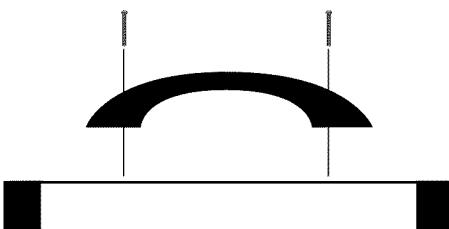

Figura 3. Instalación de la Manija
- Ajuste firmemente ambos tornillos con un destornillador de punta plana. (Ver Figura 3)